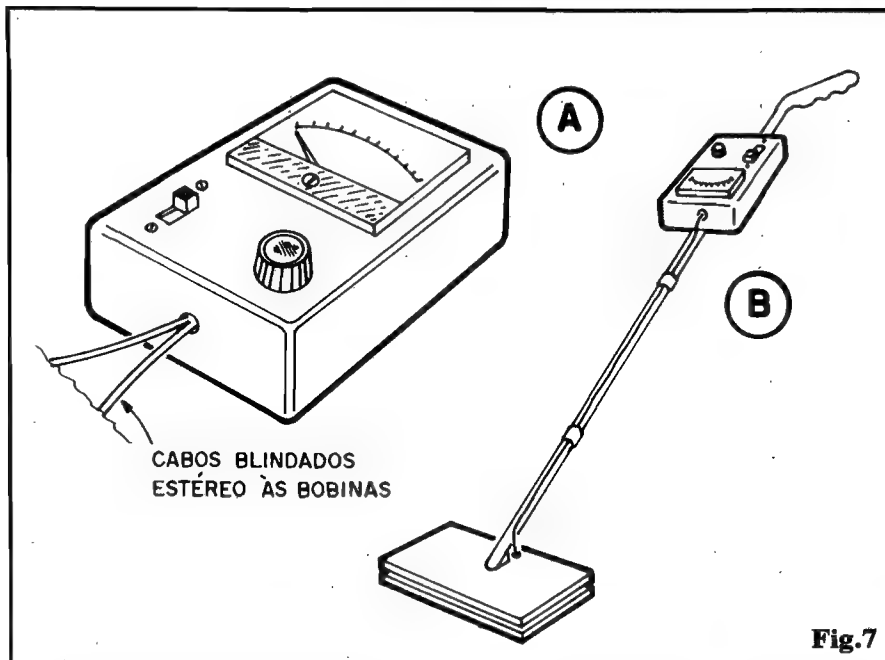

Fig.7
- **FIG. 7 - O "JEITÃO" FINAL DO SDEM** - Nos itens A e B da figura vemos, respectivamente, os acabamentos sugeridos para a caixa que abrigará o circuito, bateria, galvanômetro, potenciômetro e interruptor geral, e para a estrutura total do SUPER-DETECTOR, com a caixa fixada próximo ao topo da haste, e a extremidade desta dotada de uma manopla que facilitará o uso, tornando confortável o manuseio do aparelho. Para que os cabos blindados estéreo de ligação às bobinas captadoras não fiquem "pendurados", convém fixá-los, ao longo da haste, com anéis de fita adesiva.